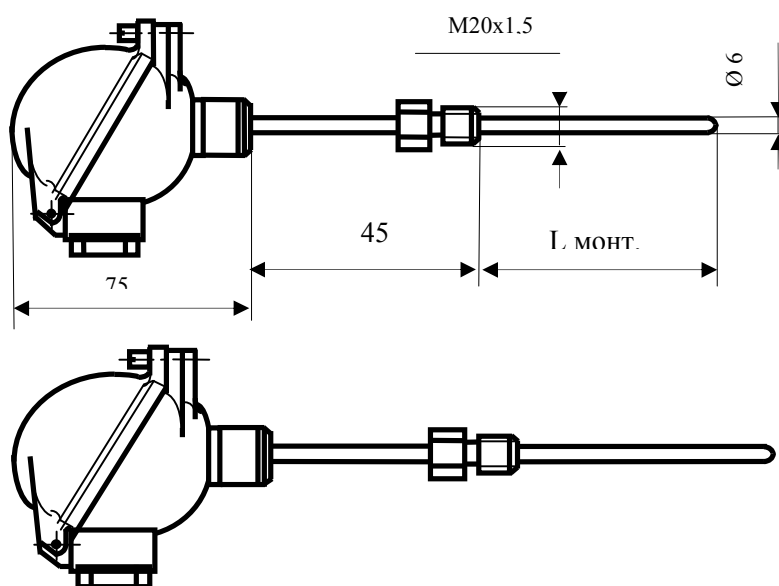

Рисунок 1. КТСПР 002 модель 1
- Внешний вид и основные размеры термометра представлены на рис. 1□3.